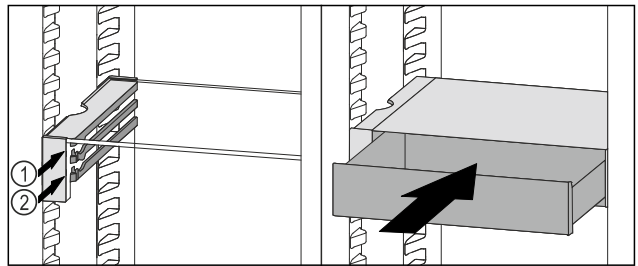

Fig. 111
- ▶ Placer le tiroir VarioSafe derrière les butées sur la nervure désirée Fig. 111 (1) ou Fig. 111 (2).